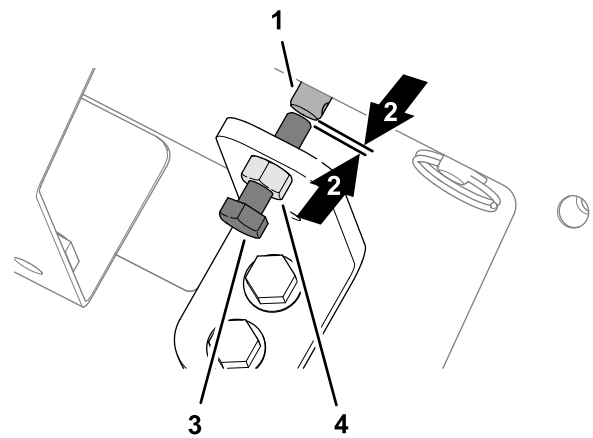

Figura 34
2. Gire el tornillo de cabeza hexagonal de la anulación de válvula en sentido antihorario hasta que vea un pequeño espacio entre el extremo del tornillo y el extremo del husillo del solenoide de velocidad del suelo (Figura 34).
3. Apriete la contratuerca (Figura 34).
1. Afloje la contratuerca en el soporte de anulación manual (Figura 34).